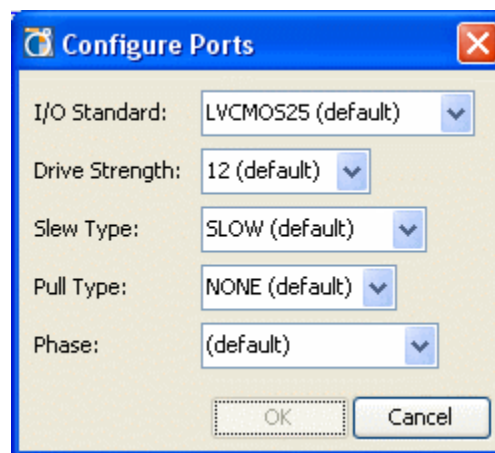

図 5-43 : [Configure Ports] ダイアログ ボックス
2. [I/O Ports]、[Package Pins]、または SSN のウィンドウで、[Configure I/O Ports] ポップアップメニュー コマンドを選択すると、[Configure Ports] ダイアログ ボックスが開きます (図 5-43)。